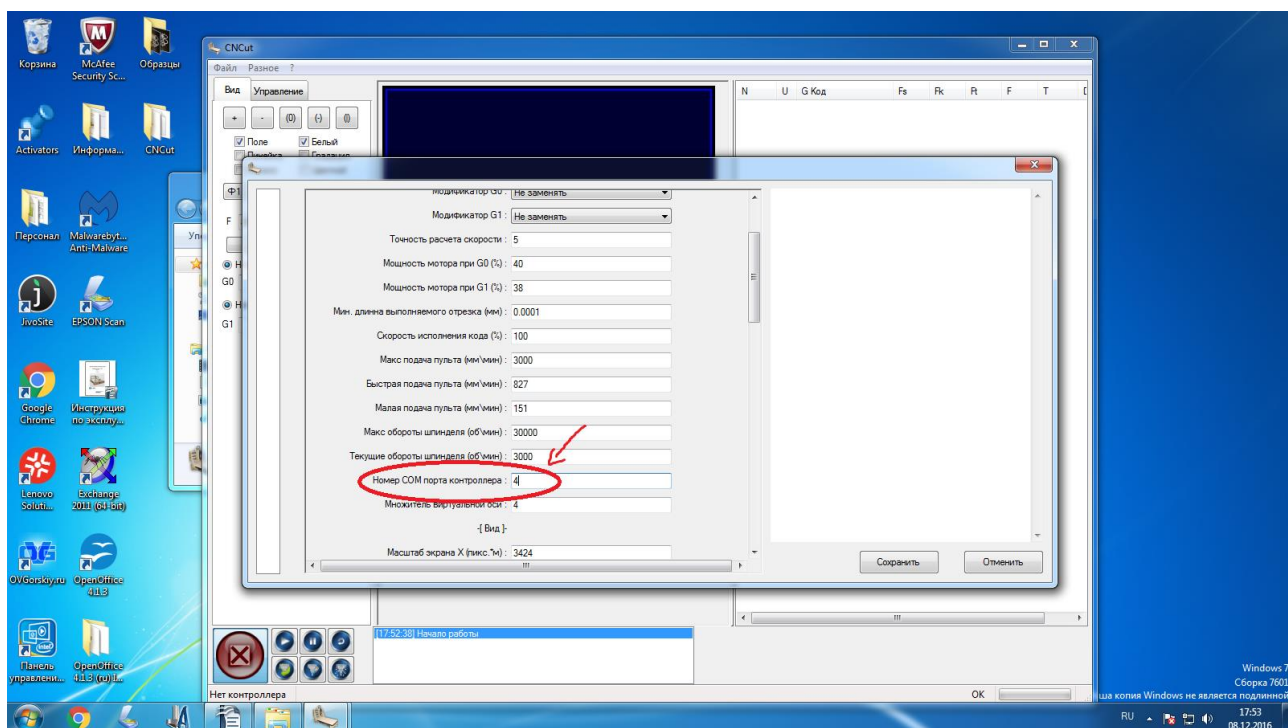

Рисунок 11. Изменение номера COM порта контроллера.
9) Откройте CNCut. «Файл»>>«Настройки» и найдите строку «Номер COM порта контроллера». Внесите номер который, вы обнаружили в «Диспетчере устройств» и нажмите «Сохранить», рисунок 11